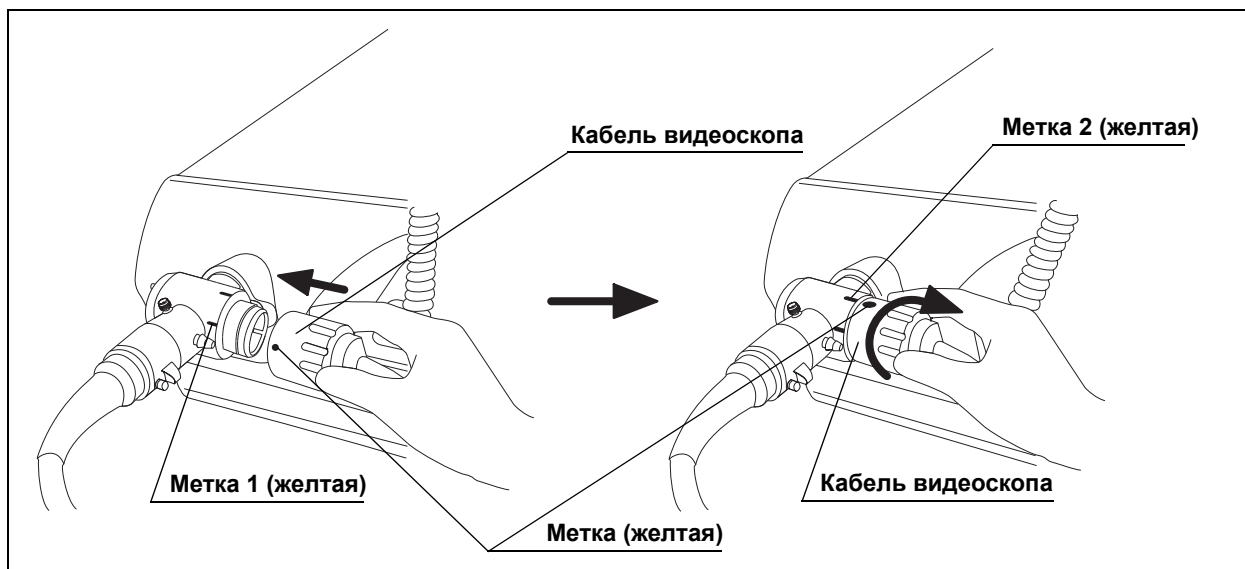

Рис. 3.17
7. Совместите метку на кабеле видеоскопа EXERA II с меткой 1 на световодном разъеме эндоскопа и вставьте кабель до упора (см. Рис. 3.17).
8. Поверните адаптер кабеля видеоскопа в направлении метки 2 до упора (см. Рис. 3.17).